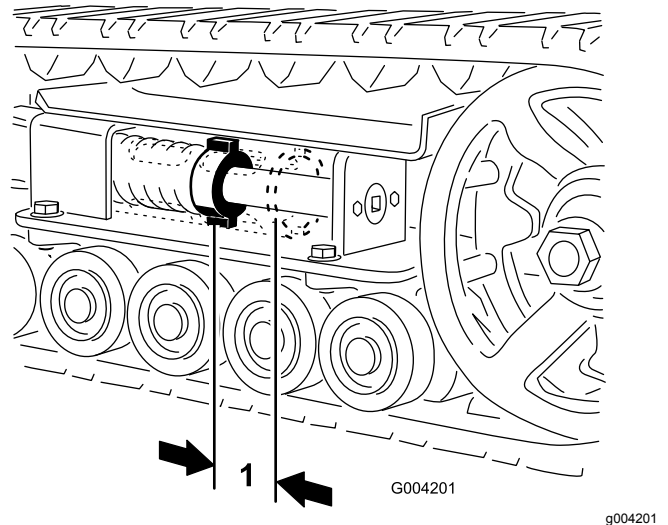

Figure 46
L'écrou de tension et l'arrière du tube de tension doivent être distants de 7 cm (Figure 46). Si ce n'est pas le cas, réglez la tension des chenilles comme suit :
5. À l'aide d'un rochet de ½ pouce, tournez la vis de tension dans le sens antihoraire jusqu'à jusqu'à obtention d'un espacement de 7 cm entre l'écrou de tension et l'arrière du tube de tension (Figure 46).
12. Tournez la vis de tension dans le sens antihoraire jusqu'à obtention d'un écartement de 7 cm entre l'écrou de tension et l'arrière du tube de tension (Figure 46).
- Tournez la vis de tension dans le sens antihoraire jusqu'à obtention d'un écartement de 7 cm entre l'écrou de tension et l'arrière du tube de tension (Figure 46).